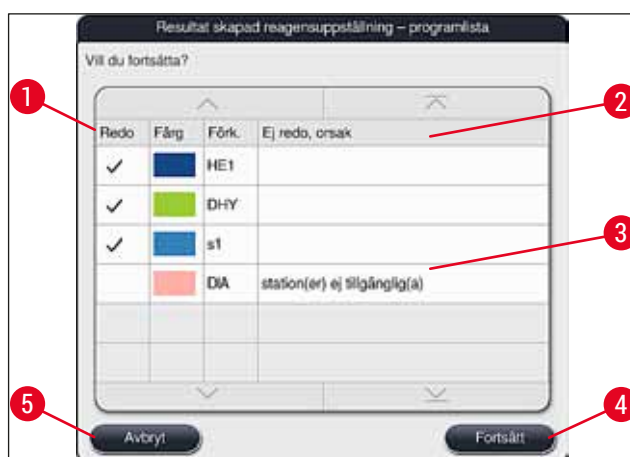

Bild 52
- Om fler program har valts än vad som kan integreras i reagensuppställningen informeras användaren i fönstret Resultat av reagensuppställninggenerering (→ "Bild 52"). Program som har integrerats markeras med en bock i kolumnen Redo (→ "Bild 52-1").